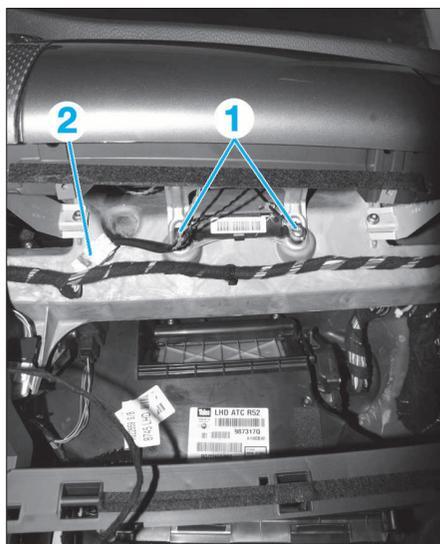

FIG. 27
- Déposer les deux vis (1) (Fig.27) de maintien des câbles de retenue du capot.